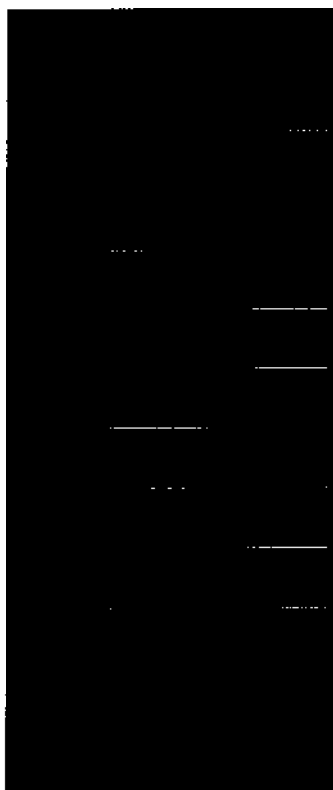

Рисунок 51. Предустановленные параметры при сканировании.
1. Открыть список предустановок, нажав кнопку «По умолчанию» ("Default") в верхнем левом углу модуля. Текст на этой кнопке может отличаться, так как он показывает название последней примененной предустановки (рис. 51).